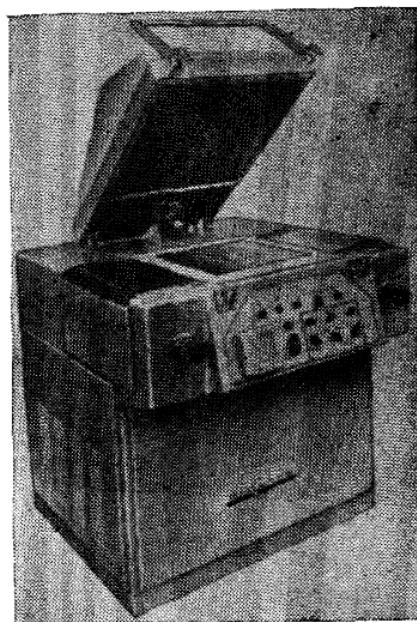

Рис. 48. Электронный копировальный прибор «Элкоп»
**9.9. Электронный копировальный прибор ЭЛКОП** (рис. 48) предназначен для контактного копирования рулонных негативов и негативов на стекле на форматные фотоматериалы. Прибор оборудован электронной системой для выравнивания до 90% разности контраста и плотности по всей площади негатива. Выравнивание фотоматериалов осуществляется с помощью пневматической прижимной подушки, экспонирование производится автоматически. Имеется двухскоростной механизм перемотки пленки